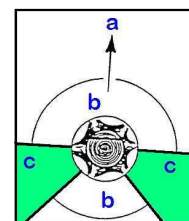

Fig.12
- Una via di fuga, deve essere pianificata e preparata prima di cominciare l'abbattimento. Questa via di fuga deve distendersi verso la parte posteriore ed in diagonale dietro la linea di caduta prevista come illustra la fig.12.
Mai tagliare con la punta della guida catena. Rischio di rimbalzo. La direzione della caduta è controllata dal taglio. Non cominciare l'abbattimento senza aver previsto una via di fuga, vedere Fig.12: (a) Senso di caduta dell'albero; (b) zona di pericolo; (c) via di fuga.
2. Liberata l'area attorno all'albero, assicurate un buon appoggio per i piedi ed una via di fuga (Fig.12).